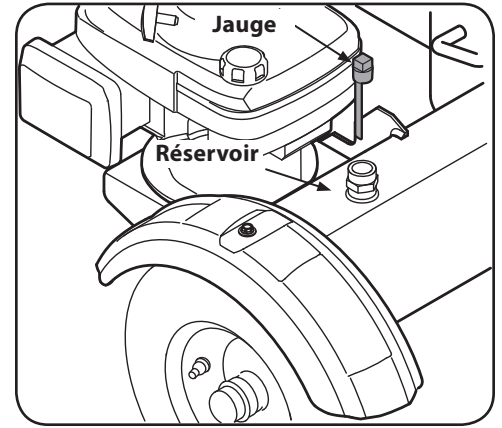

Figure 3-9
réservoir, devant le moteur. Voir Figure 3-9.
3. Utilisez la jauge pour vérifier le niveau du fluide. Voir Figure 3-9. Assurez-vous de ne pas trop remplir le réservoir.